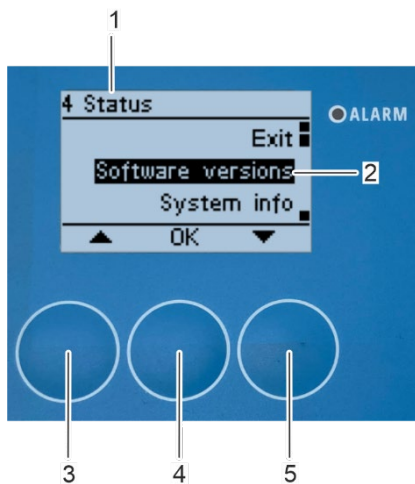

Abbildung 172: Öffnung des Untermenüs „Software Versionen“
- ⇒ Das Untermenü „4 Status“ erscheint auf dem Bildschirm (Abbildung 172/1).
1. Wählen Sie das Untermenü „Software Versionen“ (Abbildung 172/2) mit den Pfeiltasten [nach oben] (Abbildung 172/3) und [nach unten] (Abbildung 172/5).
2. Bestätigen Sie die Auswahl mit [OK] (Abbildung 172/4).